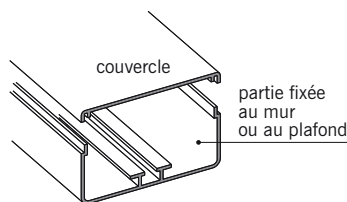
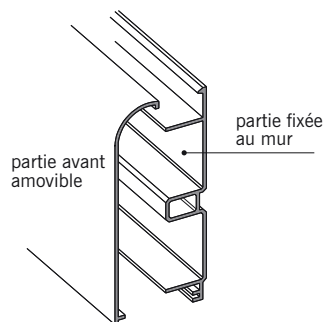

fig. 16.13
fig. 16.14
■ **La goulotte** (fig. 16.13) : gaine en plastique rigide fermée par un couvercle et destinée à recevoir des câbles électriques. La goulotte est posée en applique le long d'un mur ou d'un plafond. Il existe des accessoires qui permettent de réaliser les angles et les dérivations. La goulotte prend le nom de **plinthé « électrique »** lorsqu'elle est installée à la place d'une plinthe ordinaire (fig. 16.14).